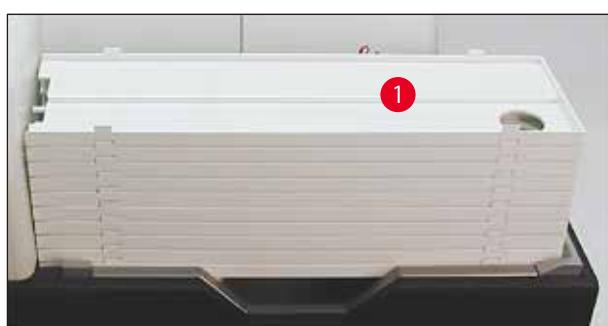

图 42
1. 将一叠托盘 (→ "图 42-1") 放在卸载站点的抬升操作台上 (→ "图 42")。